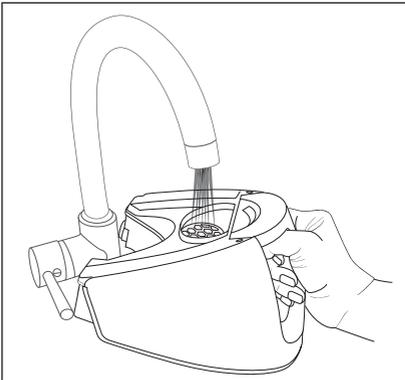

Fig. 2
- 2) Riempire il serbatoio dell'acqua **7** con acqua di rubinetto o acqua distillata attraverso l'apertura di riempimento (vedere fig. 2).